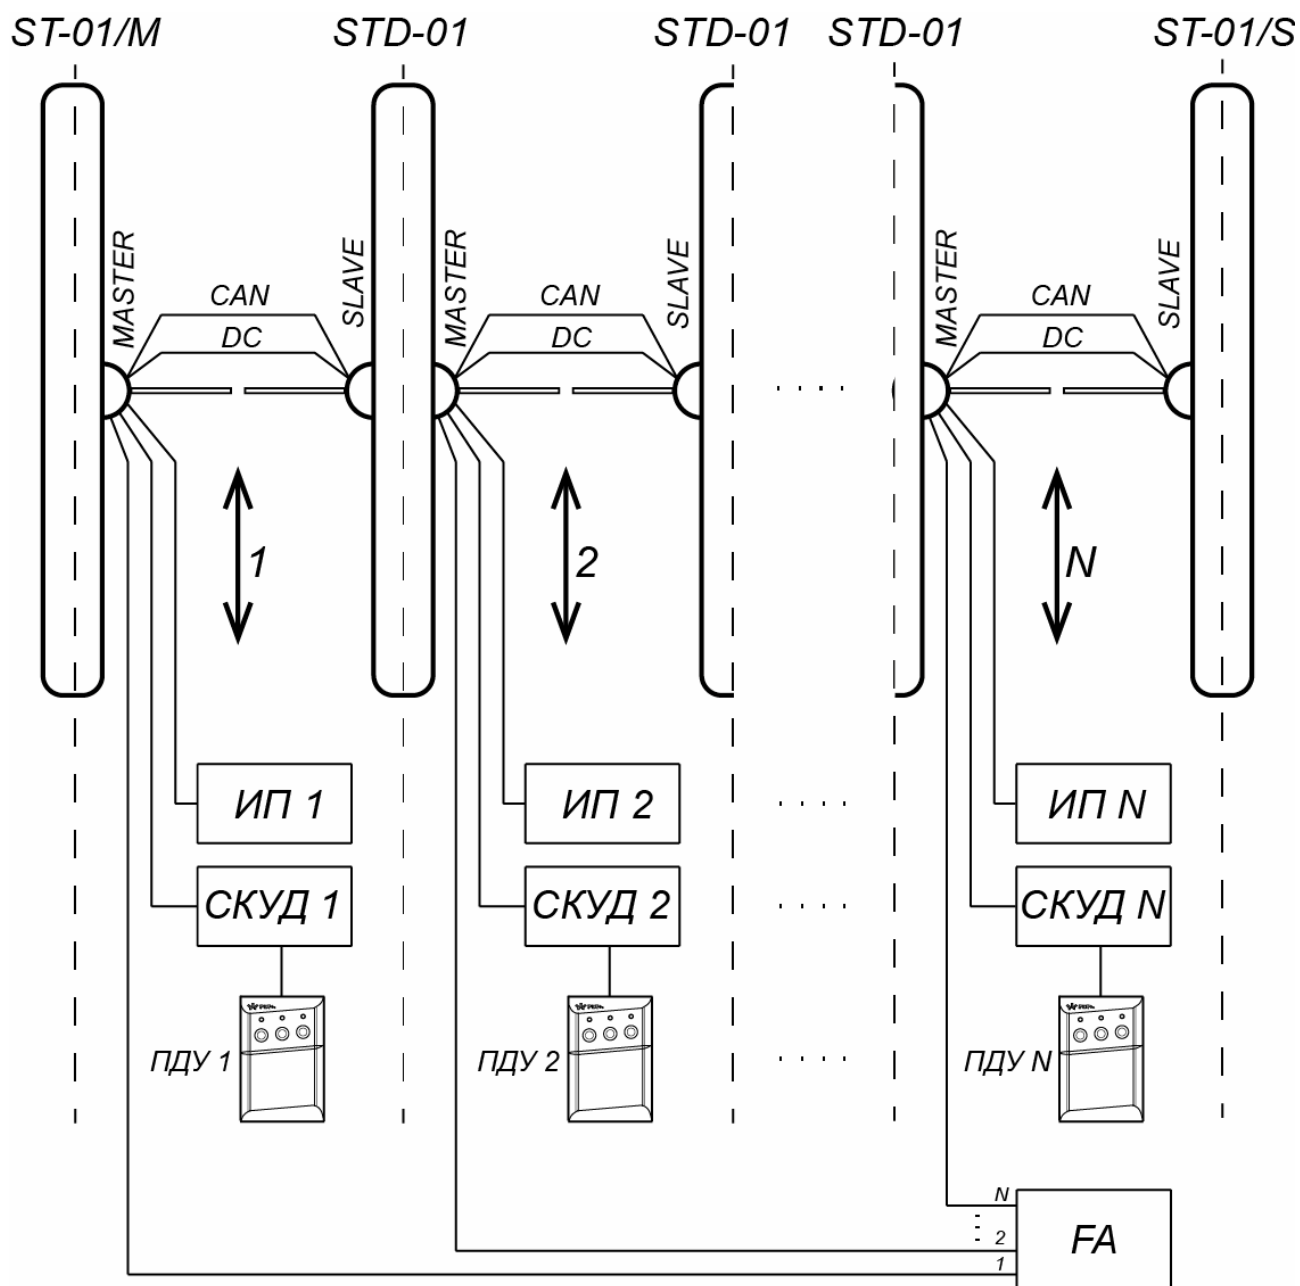
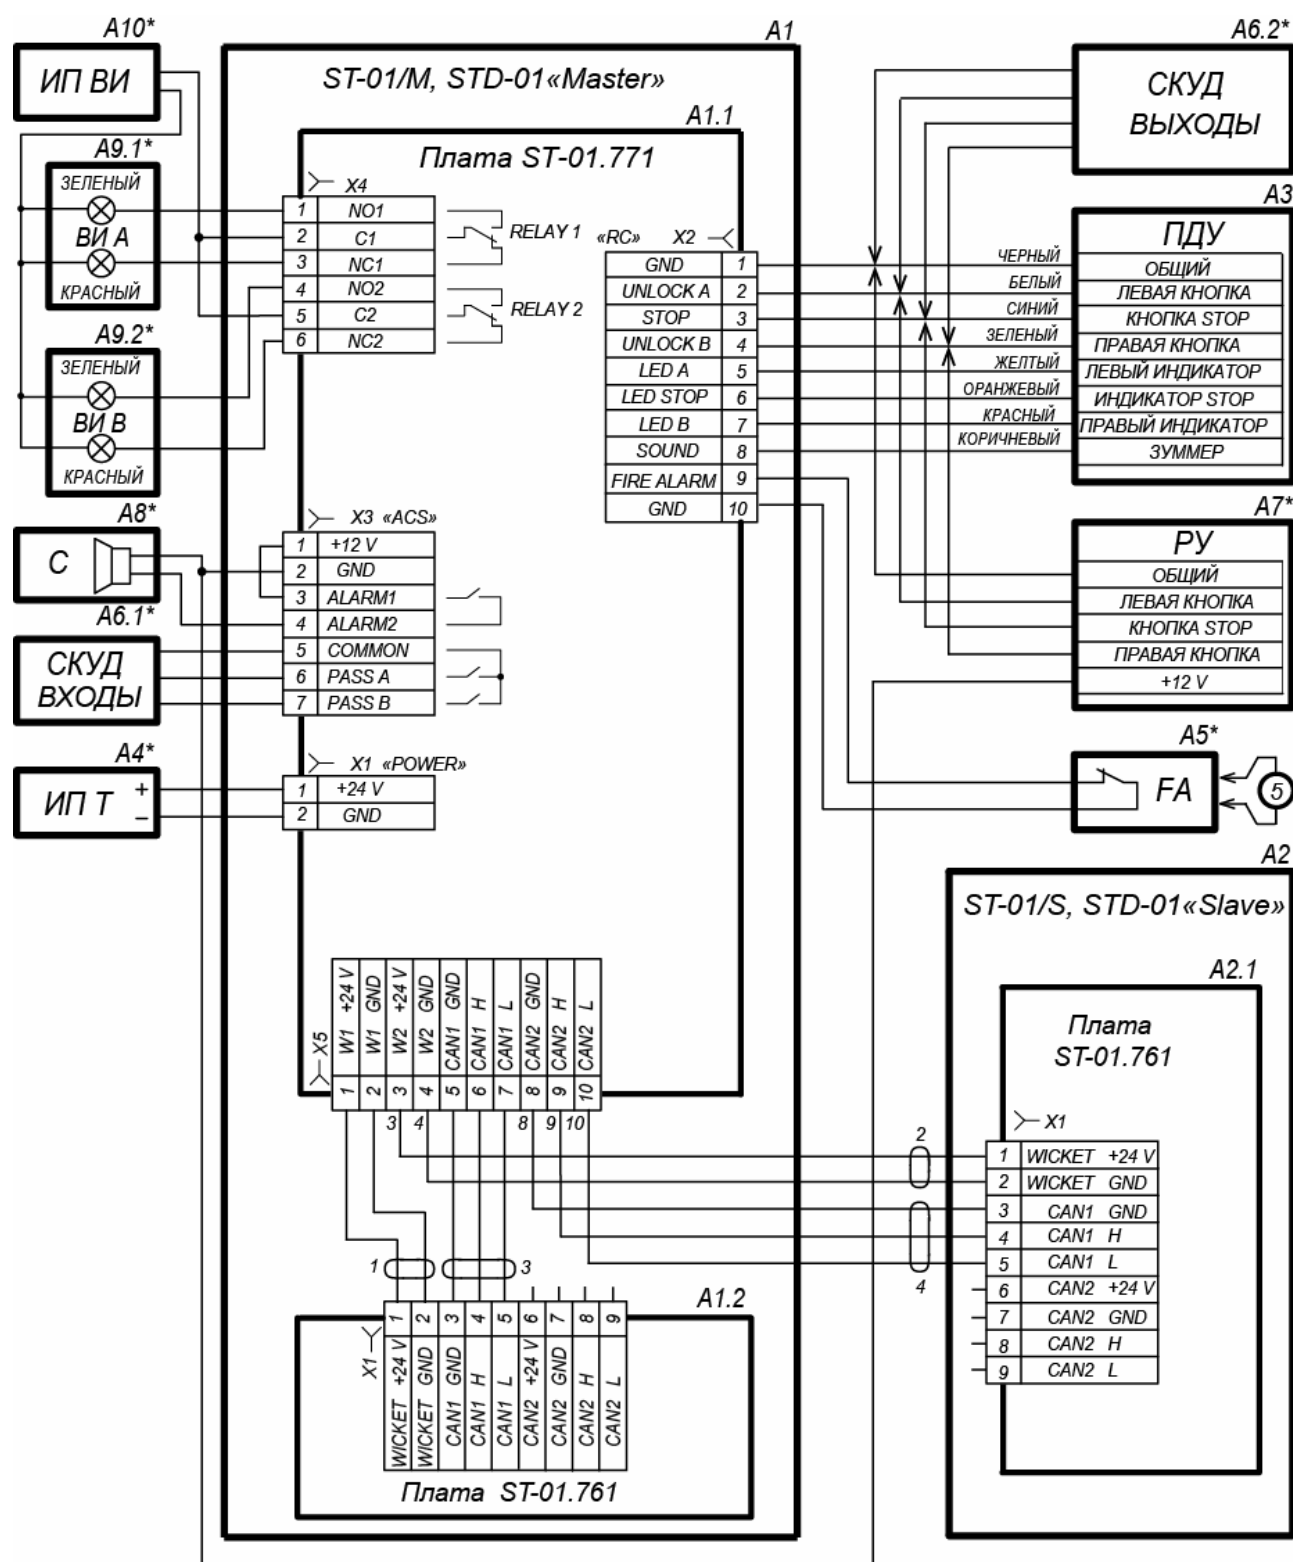

Рисунок 16. Схема соединений турникета PERCo-ST-01 и двусторонних секций PERCo-STD-01 для организации проходной с несколькими зонами прохода
Рисунок 17. Схема электрических соединений турникета¹¹
Схема электрических соединений турникета приведена на рис. 17. Типы кабелей, используемых при монтаже, перечислены в табл. 5. На рис. 16 приведен пример схемы соединений турникета и двусторонних секций при организации проходной с несколькими зонами прохода.
Если нет возможности использовать способ протяжки кабелей кондуктором, при необходимости кабели DC и CAN можно проложить сразу, до начала установки секций. Данные кабели находятся в центральной стойке секции (стороны секции) *Slave* внизу под кожухом. Для этого необходимо распаковать секцию *Slave*, снять кожух с центральной стойки (см. рис. 18), вынуть кабели DC и CAN и отсоединить их от платы управления приводом. На концах жил кабелей имеются маркеры с номерами, соответствующими схеме соединений (рис. 17).
14. Через отверстие для ввода кабелей в основании центральной стойки двусторонней секции (со стороны *Master*) введите внутрь стойки кабели для управления второй зоной прохода: от ИП, от ПДУ или контроллера СКУД, от устройства *Fire Alarm* и дополнительного оборудования, а также кабели DC (19) и CAN (20) от секции (сторон секции) *Slave* или же кондуктор для их протяжки.
20. Подключите кабели к плате управления первой зоны прохода согласно схеме электрических соединений турникета (см. рис. 8 и рис. 17). Плата расположена в нижней части центральной стойки секции *Master*.
Соединительные кабели DC (2) и CAN (4) подключаются к клеммным колодкам **X5** платы управления секции *Master* и **X1** платы привода секции *Slave* в соответствии с маркировкой их жил (см. рис. 17).